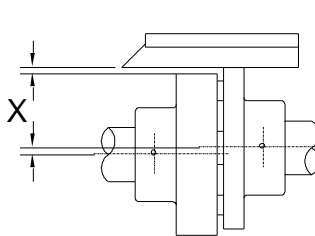

Fig. 21
- 9 - Controlar el paralelismo en varios puntos (por ejemplo a 90° uno de otro) con una regla apoyada en la circunferencia externa de los dos semiacoplamientos (ver la fig. 21).